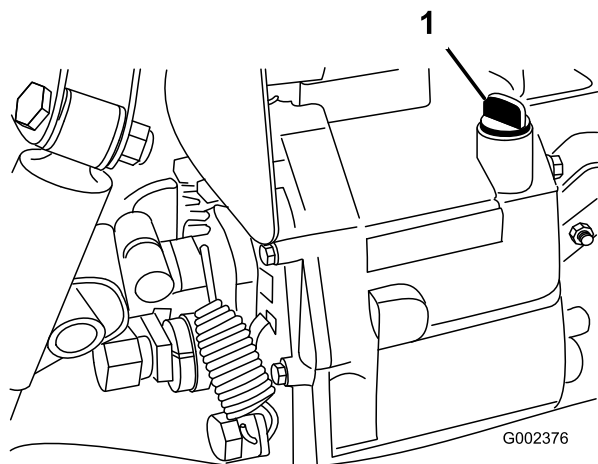

図 16
2. ディップスティック取り付け部の周辺をきれいにぬぐう（図 16）。